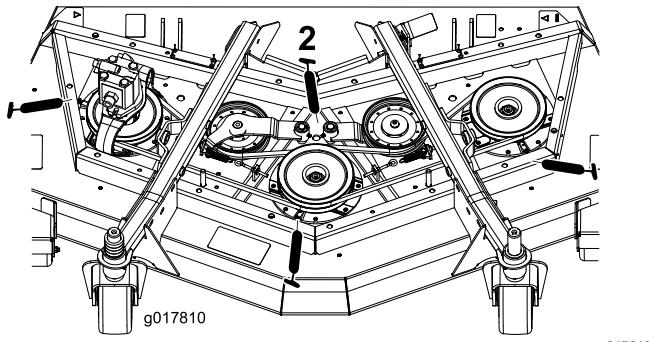

Figura 65
- 3 cuscinetti dell'asse del mandrino – situati sotto la puleggia (Figura 65)
- 2 boccole orientabili del braccio di rinvio (Figura 65)